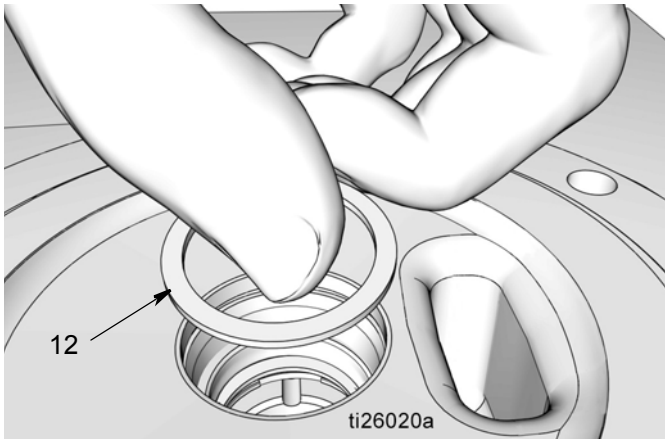

FIG. 34
- e. Mettre l'entretoise (12) (FIG. 34).